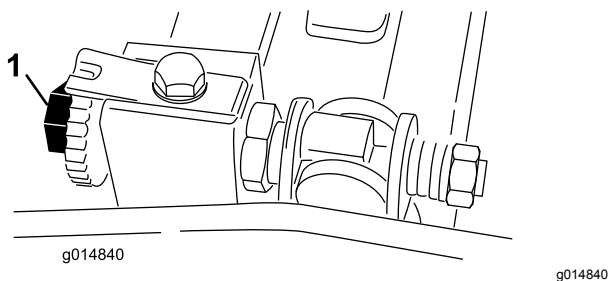

Figura 52
3. Ruotate il cilindro in modo che una lama intersechi il tagliente della controlama tra la prima e la seconda testa della vite della controlama sul lato destro dell'apparato di taglio (Figura 52).
6. Ruotate la vite di regolazione della barra di appoggio destra fino a percepire una lieve pressione (cioè trascinarsi) sullo spessore nello scorrimento da una parte all'altra (Figura 52).